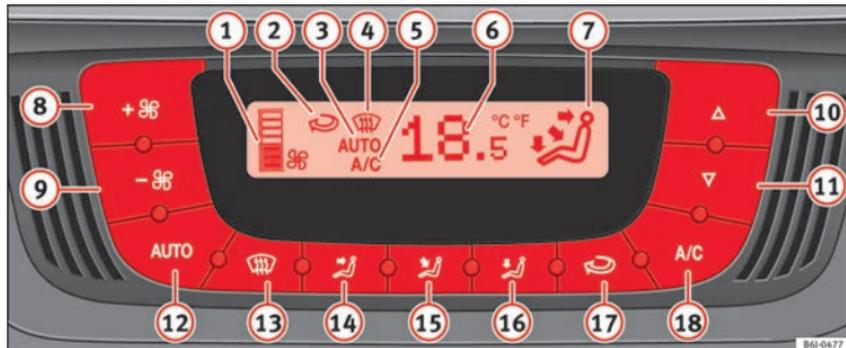

Fig. 130 Mandos del Climatronic en el tablero de instrumentos.
- Pulse la tecla **AUTO**. Se visualiza la indicación » fig. 130 3.
- Pulse las teclas » fig. 130 10 y 11 para ajustar la temperatura deseada en el habitáculo. Se recomienda ajustar una temperatura de +22 °C (+72 °F).
– Pulse una de las teclas **» fig. 130** **14** a **16** o presione el regulador del ventilador **8** y **9**. Se apaga la indicación **3**.
El ventilador puede ajustarse mediante las teclas **» fig. 130** **8** y **9**. Si el ventilador está apagado (en la pantalla no se indica ningún nivel **1**) y si transcurrido 1 segundo se
– Pulse la tecla  para conectar o desconectar la recirculación de aire. Está conectada si aparece el símbolo  **» fig. 130** en la pantalla.